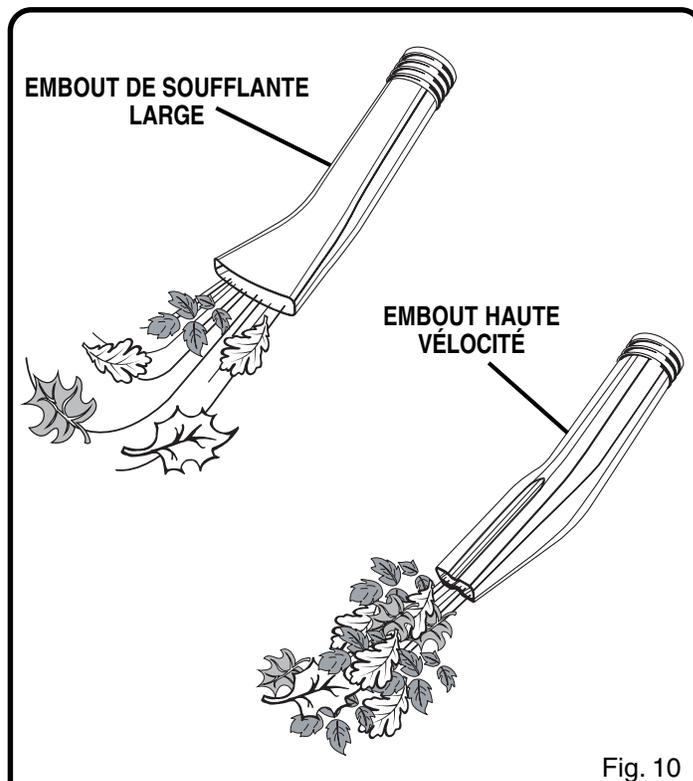

Fig. 10
- Pour les travaux de nettoyage ordinaire, utiliser l'embout de soufflante large. Cet embout permet de balayer une plus grande surface. *Voir la figure 10.*
- L'embout à grande vitesse est idéal pour les feuilles humides. Il permet de décoller les feuilles et autres débris humides du sol. *Voir la figure 10.*